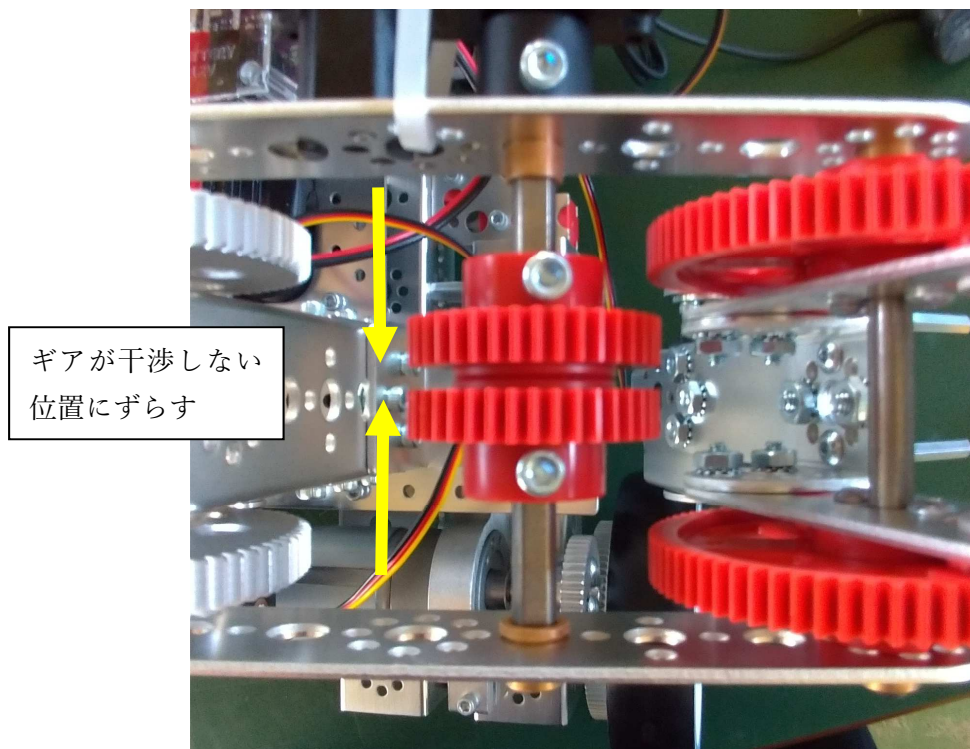

図 16 ギアをずらす
(2)図 16 のようにギアを干渉しない位置までずらし位置を調整後、ギアを元に戻す。